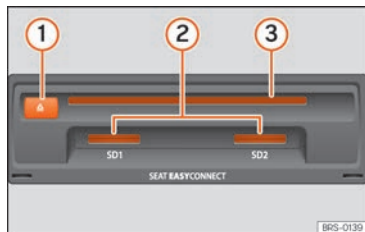

Fig. 216 Logements pour support de données dans la boîte à gants.
- Insérez le CD ou le DVD dans le logement de DVD » » fig. 216 ③ jusqu'à ce qu'il soit automatiquement avalé.
Insérez la carte mémoire compatible en commençant par la partie biseautée et avec les inscriptions imprimées vers le haut (contacts vers le bas) dans son logement » » fig. 216 ② jusqu'à ce qu'elle s'enclenche.